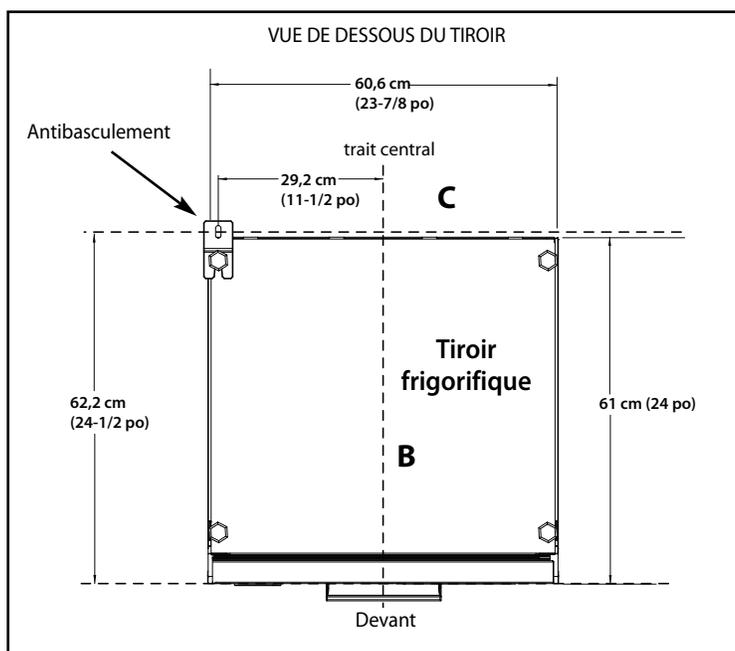

Fig. 06
Le support antibasculement peut être situé sur le sol dans le coin arrière gauche ou droit du tiroir frigorifique comme l'indique la Figure 06.
1. Décider de l'emplacement du tiroir. Faire un trait provisoire sur le sol aligné sur la face du tiroir, « A » comme l'indique la Figure 06.
2. Au niveau du point central où se trouvera le tiroir, faire un trait central « B » (Fig. 06) perpendiculaire au trait « A » sur l'arrière de l'unité. Faire une marque sur le trait « B » à 24-1/2 pouces du trait « A ».